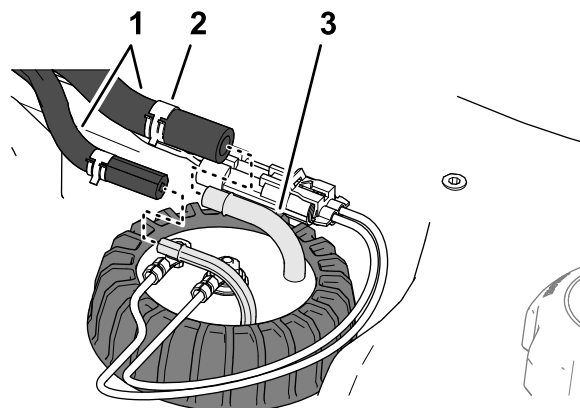

Figura 90
4. Mueva las abrazaderas que sujetan las mangueras a los acoplamientos del sensor de combustible hacia dentro, y retire las mangueras de los acoplamientos (Figura 90).